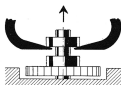
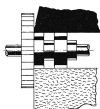
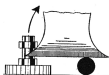

Bild 3
Bild 4
Bild 5
- Beim Abheben mit einer Beißpinzette (Bild 3) kann Grat entstehen, der später das Stundenrad hemmt, wenn er nicht wieder abpoliert wird (Bild 4). Damit das Rohr nicht schräg abgezogen wird, wobei man die Welle abbrechen kann, sollte — nicht zuletzt zur Schonung der Platine — ein Putzholz oder ein Messingdraht unter das freie Zangenende gelegt werden (Bild 5).